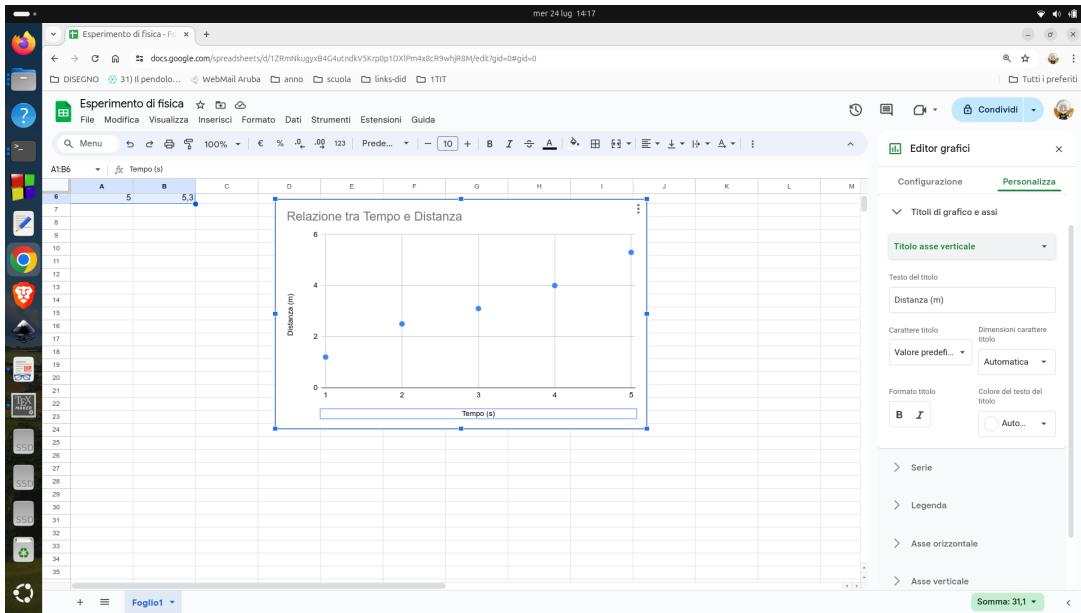

Figura 3.28 – Scelta del titolo per l’asse verticale.
7. Imposta un titolo per l'asse Y: *Distanza (m)* (figura 3.28)